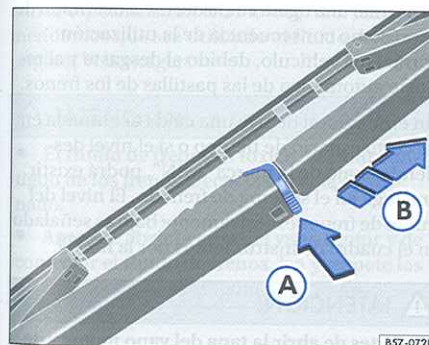

Fig. 119 Cambio de la escobilla del limpiador de la luneta trasera
- Presione la traba de la escobilla del limpiador de la luneta trasera ⇒ fig. 119 en el sentido de la flecha (A).
- Tire la escobilla del limpiador de la luneta ⇒ fig. 119 en el sentido de la flecha (B).
- Inserte una escobilla nueva con la misma longitud y del mismo modelo en el brazo del limpiador de luneta, en el sentido contrario al de la flecha (B), hasta oír el "clic" de encaje de la traba.